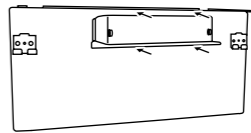

図2
- (3) ダクトフランジを付属のPTTネジ4×10 4本で取付けてください。(図2)